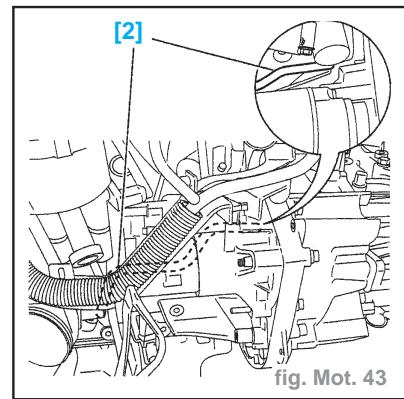

fig. Mot. 43
- Piger le volant-moteur à l'aide de la pique [2] (-).0188-Y (fig. Mot. 43).
- Amener les vis (12) en contact contre les poulies.
- Serrer les vis (12) à **2 daN.m**.
- Déposer les piges de calage [3] - [2] (fig. Mot. 43 et 45).